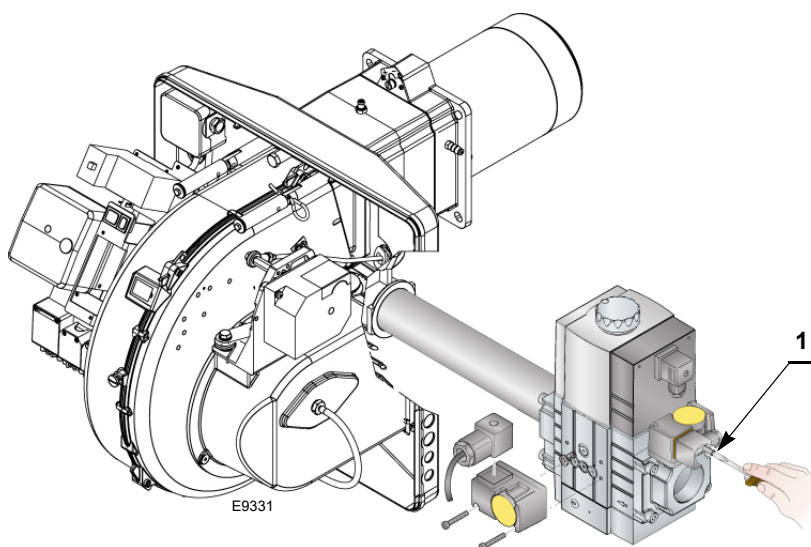

Fig. 21
- Controllare la pressione di alimentazione del gas collegando un manometro sulla presa di pressione 1)(Fig. 21) del pressostato gas di minima: deve essere inferiore alla pressione massima consentita della rampa gas, riportata nella targhetta delle caratteristiche.